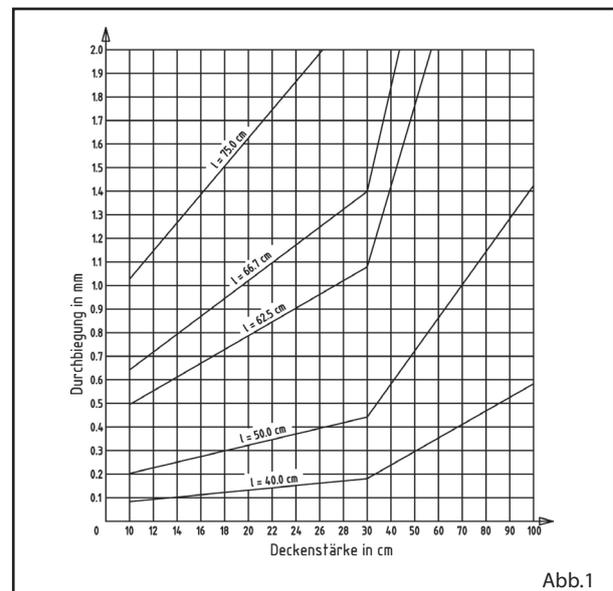

Abb.1
2. Anhand der Biegediagramme die Schalplattenstärke und max. Spannweite (Querträgerabstand) ermitteln (Abb.1 und 2).